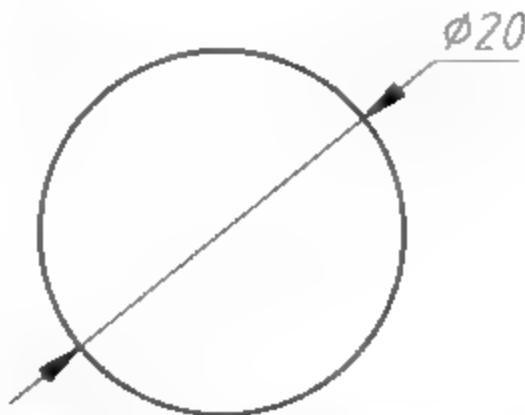

图3-47 指定直径绘制圆
- 圆心、直径(D)：用圆心和直径方式绘制圆，如图3-47所示。